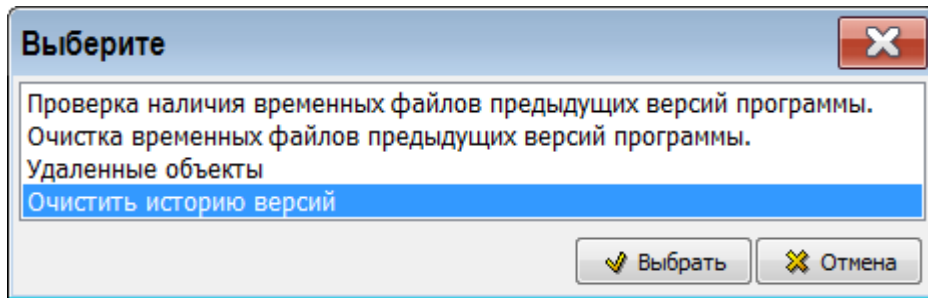

Рисунок 104
3) В окне **Выберите** выделите пункт «Очистить историю версий» (рисунок 104).